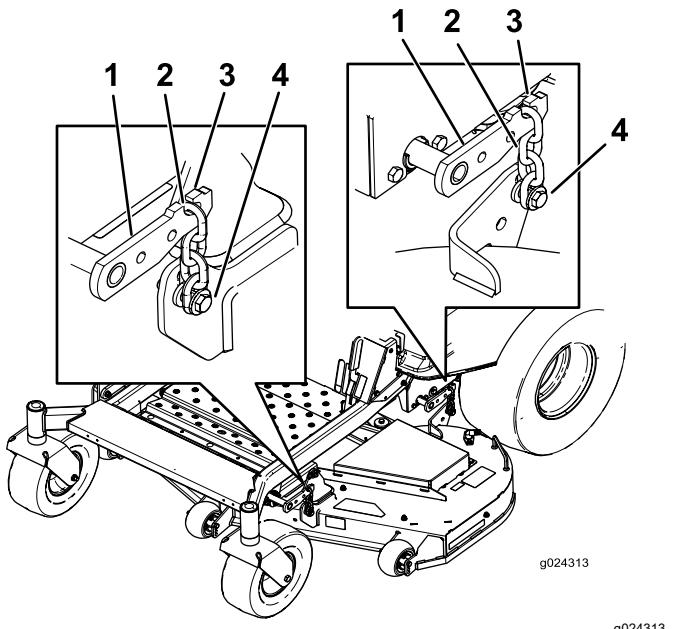

Figura 78
- Retire as correntes dos ganchos nos braços de elevação da plataforma (Figura 78).
- Eleve a traseira da plataforma do cortador e instale as correntes nos braços de elevação traseiros (Figura 78).
- Instale as correntes frontais nos braços de elevação frontais (Figura 78).